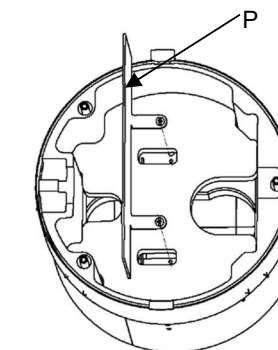

Fig. 9
13. Installer la cloison (P). Noter l'orientation de la cloison. Consulter la Fig. 9. Serrer les vis à un couple de 0,7-1,1 N•m (6-10 lb•po).